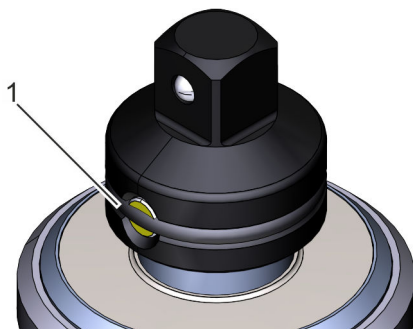

Bild 18: Ta bort säkrings-o-ring adapterfyrkant
- 1.** ➡ Ta bort säkrings-o-ring (Bild 18/1) från kraftuttagsfyrkantsadaptorn.